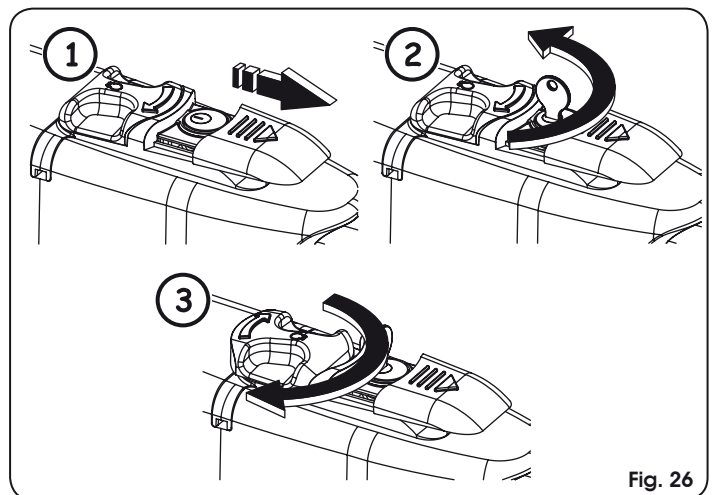

Fig. 26
- Deslice el capuchón de protección, Fig. 26/1.
- Introduzca la llave y gírela 90°, Fig. 26/2.
- Para desbloquear el operador, gire 180° la palanca de manivela en la dirección indicada por la flecha presente en el sistema de desbloqueo, Fig. 26/3.